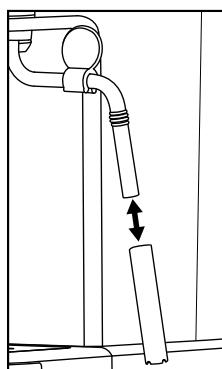

Figura 4
- 1) Coloque un recipiente vacío bajo el espumador de leche ⑩ .
- 2) Gire el regulador de vapor ⑦ hasta alcanzar el símbolo "+" directamente después del uso y deje salir vapor durante unos segundos.
- 3) Gire el regulador giratorio ⑦ (hasta el tope hacia el símbolo "-") para cerrarlo, apague el aparato y desenchúfelo.
- 5) Retire la cubierta del espumador de leche ⑩ (figura 4) y límpiela cuidadosamente en agua caliente.
- 7) Vuelva a colocar la cubierta sobre la boquilla (Figura 4).